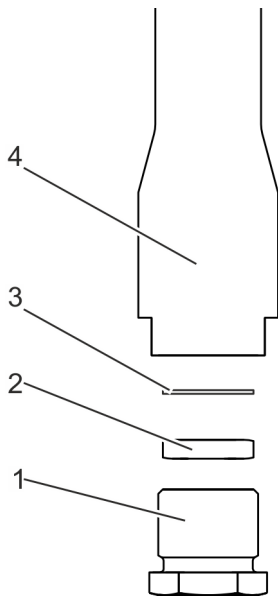

Fig. 14 : Retrait de la vis de pression
9. ➤ Retirer la vis de pression (Fig. 14 /1), la bague de serrage (Fig. 14 /2) et le disque de rupture défectueux (Fig. 14 /3) du corps de vanne (Fig. 14 /4).